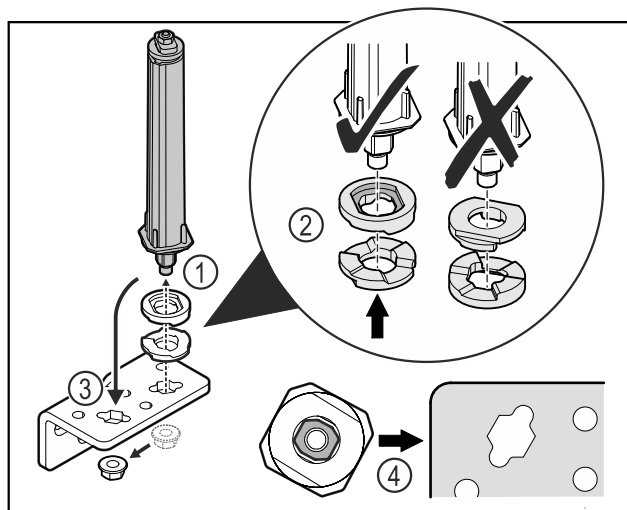

Fig. 35
- ▶ Desfaceți piulița și îndepărtați sistemul de închidere a ușii Fig. 35 (1).
- ▶ Aveți în vedere alinierea corectă a șaibelor de reglaj pe înălțime Fig. 35 (2).
- ▶ Mutați sistemul de închidere a ușii în colțarul balamalei și fixați cu piulița Fig. 35 (3).
- ▶ La utilizare aveți în vedere alinierea corectă a sistemului de închidere a ușii Fig. 35 (4).